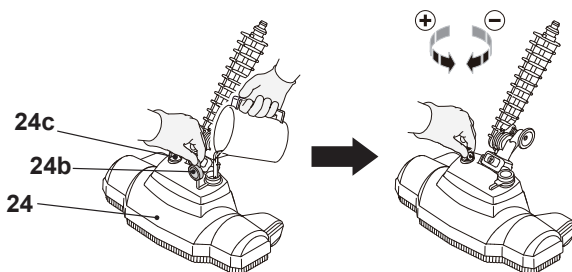

Fig. 14
9. Abra a tampa (24b) e encha com detergente adequado e feche a tampa depois (Fig. 14).